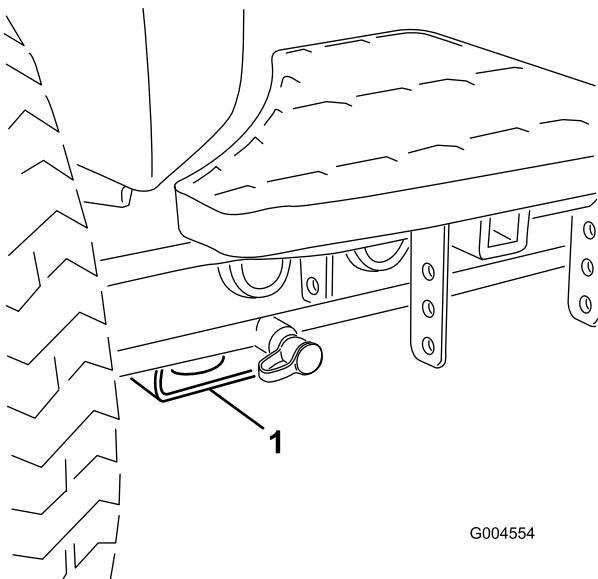

Figura 46
- Anteriore – supporto rettangolare, sotto il tubo dell'assale, all'interno delle ruote anteriori (Figura 46).